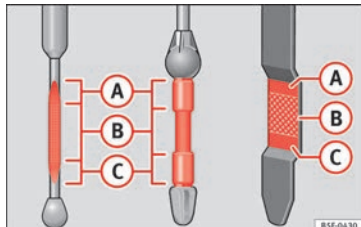

Fig. 207 Varillas de medición del nivel de aceite.
La varilla indicadora del nivel de aceite indica el nivel de aceite de motor. » **fig. 207.**
- El nivel de aceite no debe sobrepasar nunca la zona **(A)** » **fig. 207**. ¡Peligro de dañar el sistema de escape!